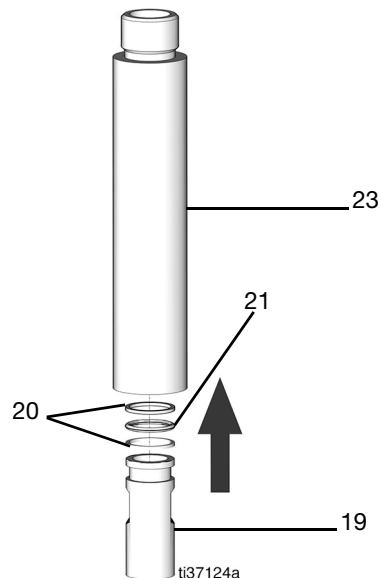

FIG. 59
13. Sustituya los dos anillos auxiliares (20) y la junta tórica (21) por piezas nuevas y engráselas ligeramente (FIG. 59).
14. Ponga el casquillo del pistón (19) en el tubo de la base de la bomba (23) hasta que quede asentado (FIG. 59).